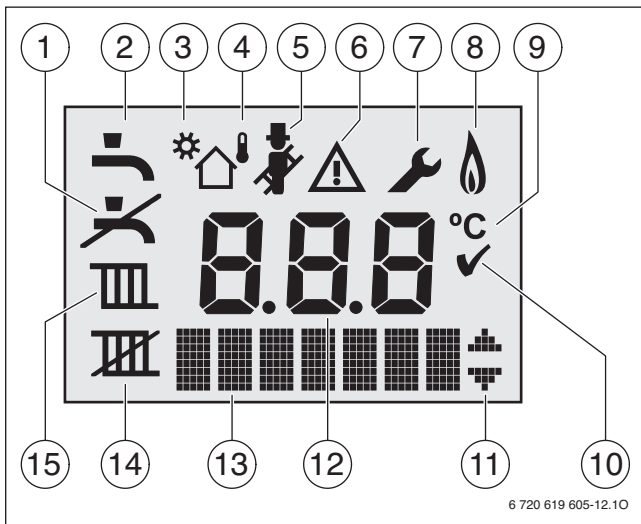

Bild 22 Displayanzeige des Basiscontrollers Logamatic BC25
- [4] Display (→ Bild 22, Seite 51)